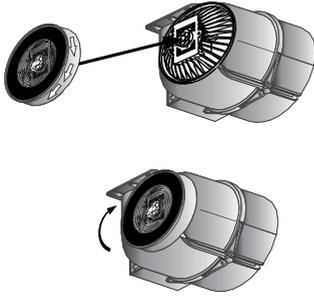

Рис.8
Они устанавливаются на защитные решетки корпуса мотора путем легкого поджатия и поворота их по часовой стрелке. Для снятия угольного фильтра, его следует слегка поджать и повернуть против часовой стрелки (рис. 8).
7. Если Ваша вытяжка будет работать в режиме рециркуляции, на короб мотора необходимо установить угольные фильтры (в комплект поставки не входят) (рис. 8). При этом режиме установка воздуховода на вытяжку не требуется.